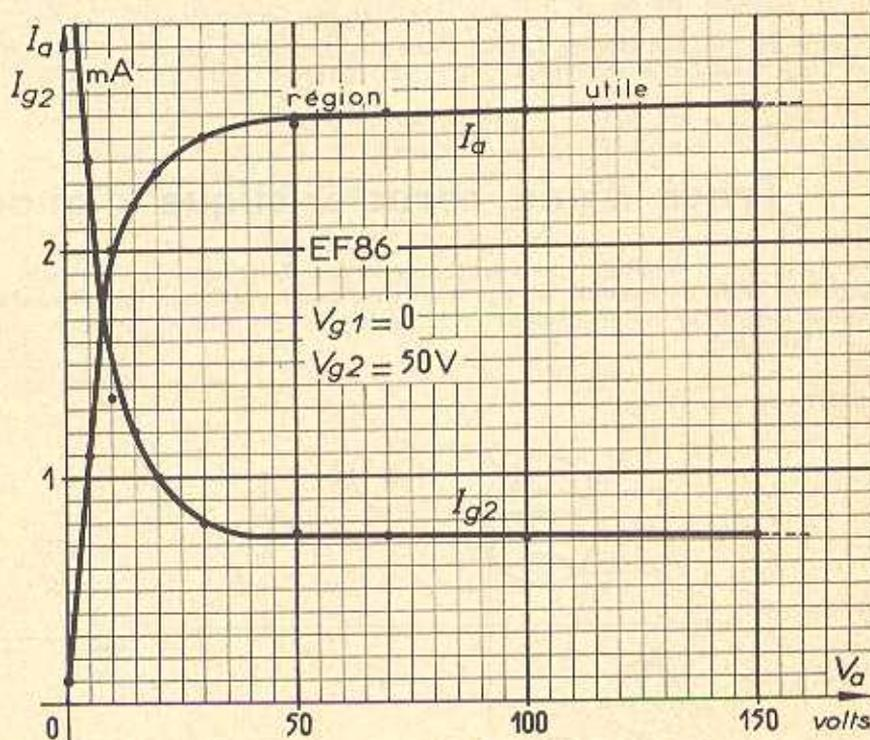

FIG. 2.
4. — TRACÉ DES CARACTÉRISTIQUES  $I_a(V_a)$  ET  $I_{g2}(V_a)$  (fig. 2)